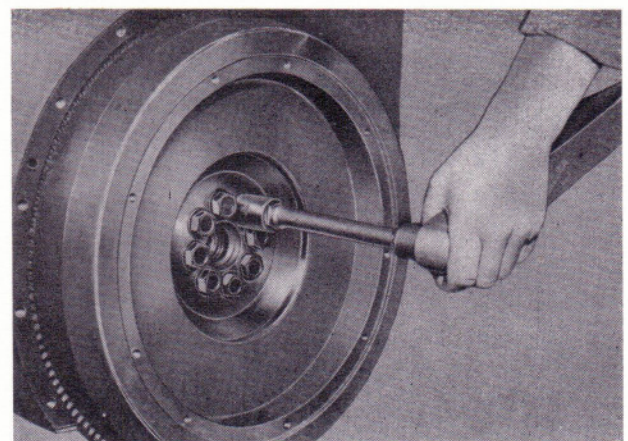

Bild 83
- Schwungradbefestigungsschrauben mit dem vorgeschriebenen Anziehdrehmoment über Kreuz festziehen (Bild 83).